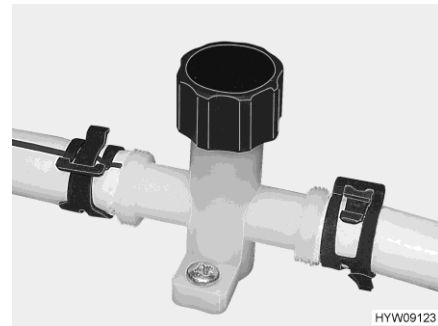

Bild 115 Ablasshahn (Wasserleitung)
- Ablasshähne schließen. Dazu die Kappe des Ablasshahns (Bild 115) im Uhrzeigersinn drehen.